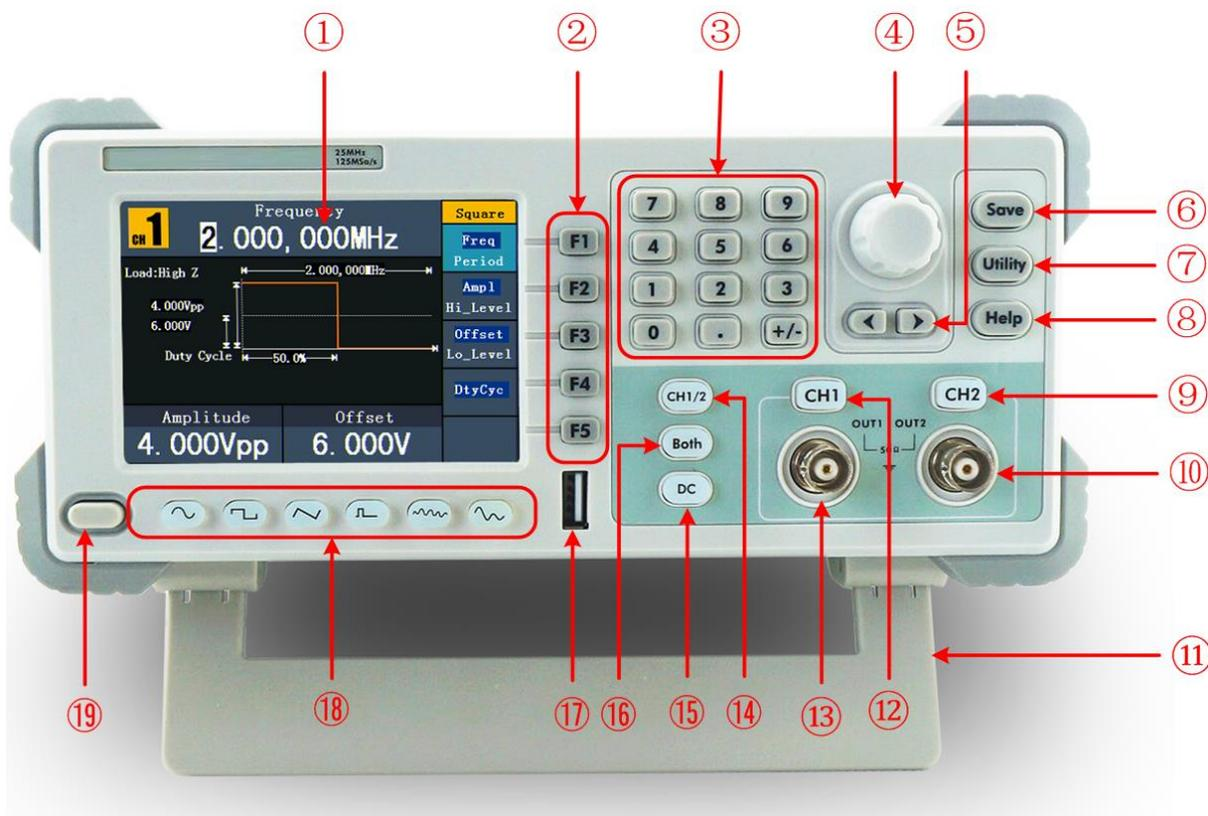

Figura 4-1 Visão Geral do Painel Frontal
Na parte inferior do gabinete do instrumento, basta puxar a alça para apoiar o instrumento de forma inclinada para facilitar a operação como no item ⑪ da *Figura 4-1*.